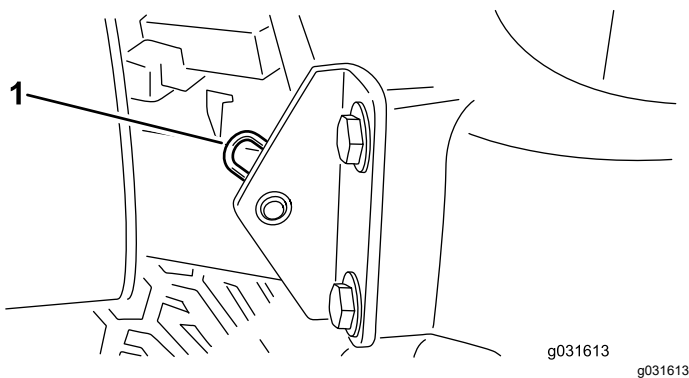

Bild 38
2. Entfernen Sie den Splint, mit dem das Gelenk der Motorhaube an den Befestigungshalterungen befestigt ist (**Bild 38**).